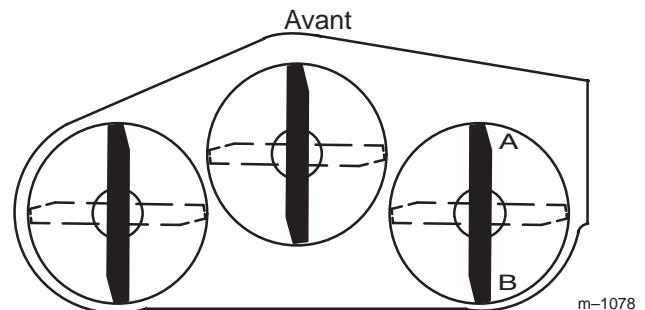
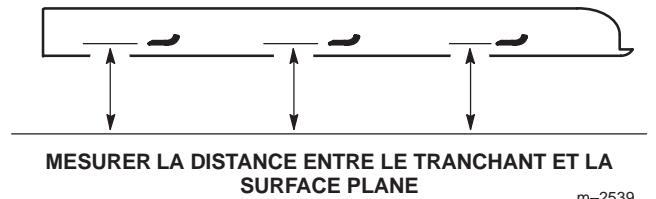

Figure 66
Figure 67
1. Tournez la lame droite à 180° (Fig. 66).
2. Mesurez la distance au point **A** (Fig. 66) entre la surface plane et le tranchant de la pointe de la lame droite (Fig. 67).
4. Mesurez la distance au point **B** (Fig. 66) entre la surface plane et le tranchant de la pointe de la lame droite (Fig. 67).
6. La lame doit être **plus basse de 6 à 10 mm (1/4 à 3/8 pouce) au point A qu'au point B** (Fig. 66). Si ce n'est pas le cas, passez aux étapes suivantes.